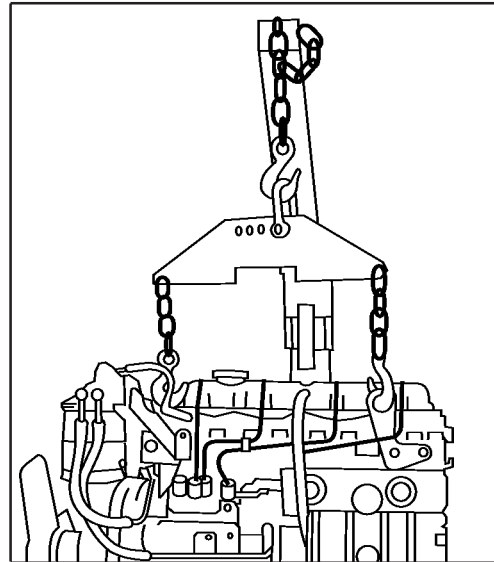

FIG 2
11. Com o auxílio do gancho para suspender o motor, **Fig. 2** prenda-o na talha e na alça de levantamento.